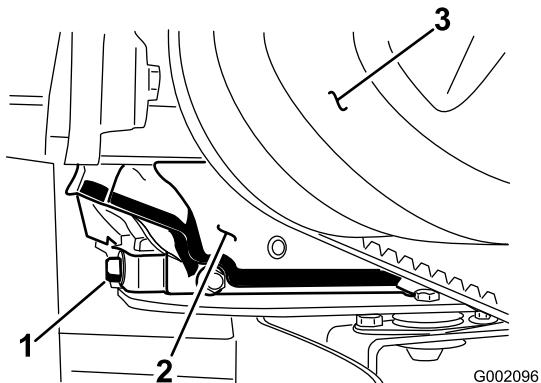

Figura 38
- Alinhe um recipiente de escoamento com uma capacidade de 1,5 litros com o tampão de escoamento (Figura 38).
6. Retire o tampão de escoamento (Figura 38).